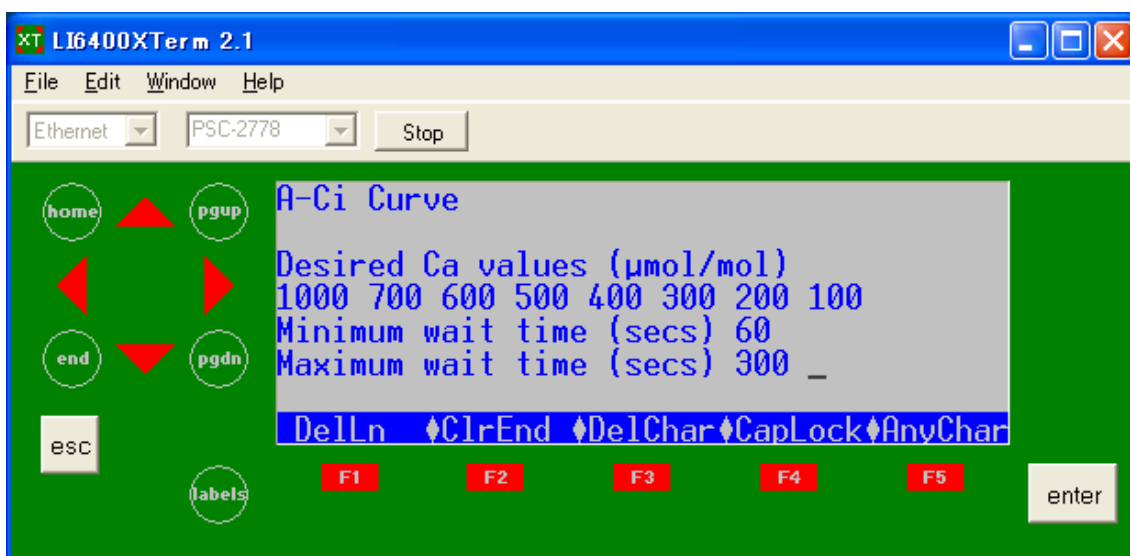

図 14 Minimum and Maximum wait time の設定
6) Minimum wait time は 60 に設定する. Maximum wait time は 300 に設定する (図 14).